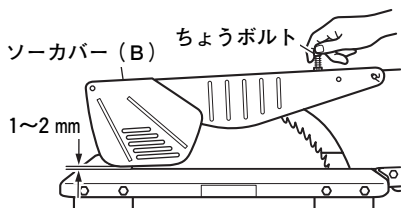

図 8
ちょうボルトの締め方によりソーカバー (B) の高さが変わります。(図8)